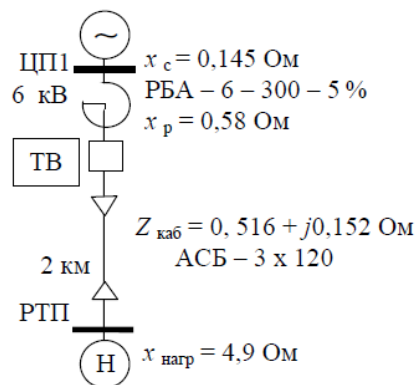

Рисунок 2
Задание 2. Рассчитать элементы релейной защиты сетей 6 (10) кВ промышленных предприятий. Также необходимо рассчитать ток и коэффициент самозапуска для выбора уставок максимальной токовой защиты реактивированной кабельной линии, питающей обобщенную нагрузку (рисунок 2). На рисунке указать исходные данные расчета в соответствии с вариантом задания (последняя цифра зачетной книжки).